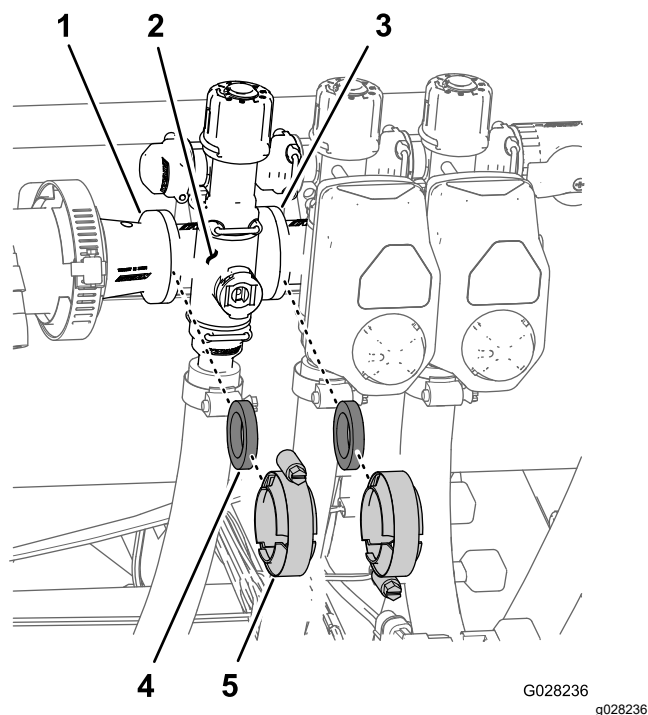

图 74
1. 拆下将喷洒臂段阀歧管图 74 固定至相邻喷洒臂段阀如左喷洒臂段阀和异径管连接头的夹具和垫片。